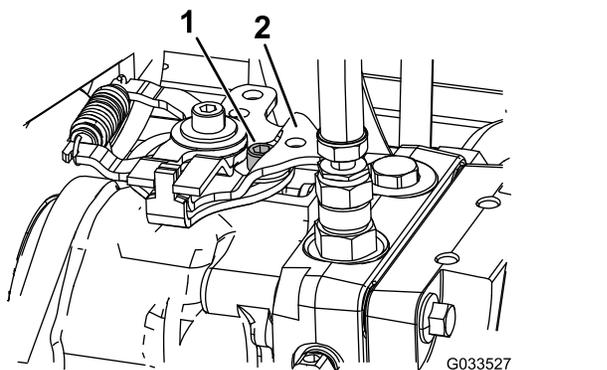

Figure 42
3. Sur la pompe hydraulique de déplacement (à l'intérieur), déposez la tringlerie de commande du bras de commande (Figure 42).